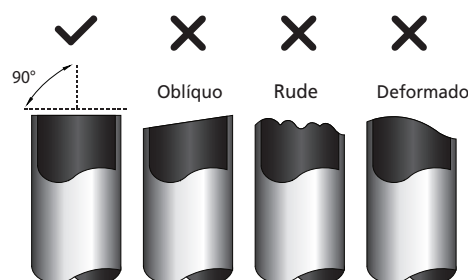

Fig. 7.1
1. Certificar-se de que o tubo é cortado num ângulo perfeito de 90°. Consultar a Fig. 7.1 para exemplos de cortes errados